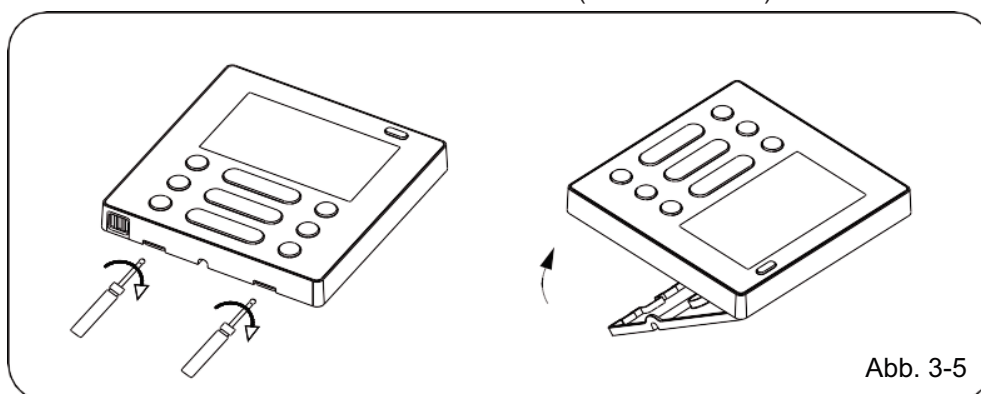

Abb. 3-5
3. Entnehmen Sie die Abdeckung der verkabelten Fernsteuerung der unteren Einheit mit dem Schlitzschraubenzieher. (Siehe Abb. 3-5)